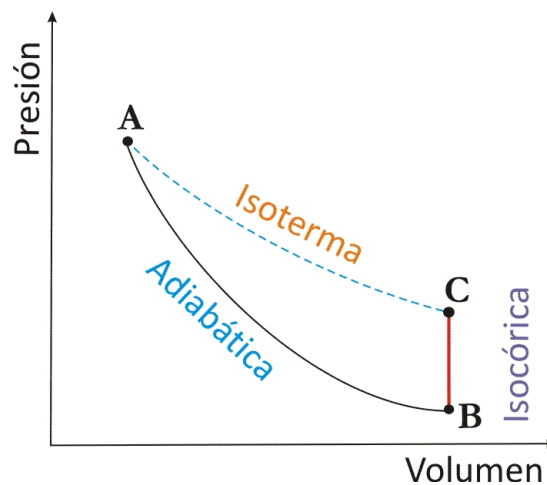

Figura 2: Ciclo térmico.
Finalmente. se deja evolucionar el sistema, intercambiando calor con el ambiente, a volumen constante hasta que se vuelva alcanzar la temperatura ambiente. Se llega entonces al estado C , siguiendo el camino de la línea roja en la figura 2. Como las variables de estado P , V , T no dependen del camino recorrido, se puede llegar de A hasta C directamente a través de un camino isotérmico (ya que las temperaturas en A y en C son iguales), por lo que vale la relación
Medir presión y volumen en función del tiempo para poder construir el diagrama del proceso térmico de la figura 2 (proceso adiabático - proceso isocórico - proceso isotérmico).
4. A partir de las mediciones del ítem 3. efectúe el diagrama del proceso térmico, análogo a la figura 2. Discuta sus resultados.